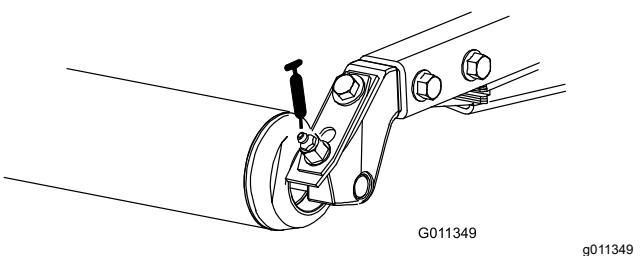

Figure 44
- Roulements de rouleau arrière (2 par plateau de coupe) (Figure 44)